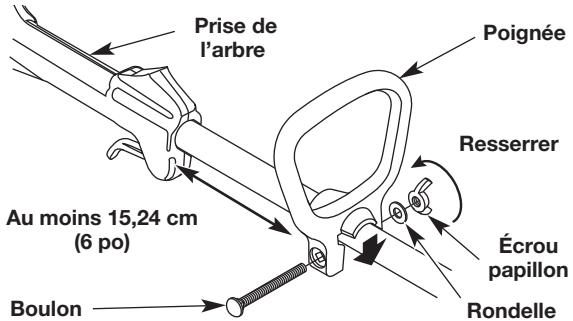

Fig. 3
1. Enfoncez la poignée sur le boîtier de l'arbre (Fig. 3). Le trou pour boulon à tête carrée dans la poignée devrait se trouver à droite.
2. Insérez le boulon dans le trou pour boulon à tête carrée et enfoncez-le complètement pour qu'il ressorte (Fig. 3). Placez la rondelle sur le boulon. Vissez l'écrou papillon sur le boulon, mais ne le serrez-pas complètement.
3. Tout en maintenant l'appareil en position d'utilisation (Fig. 10), déplacez la poignée pour la positionner de manière à avoir la meilleure prise possible. Placez-la à une distance d'au moins 15,24 cm (6 po) de l'extrémité de la prise de l'arbre (Fig. 3).
1. Desserrez l'écrou papillon (Fig. 3).
2. Tout en maintenant l'appareil en position d'utilisation (Fig. 10), déplacez la poignée pour la positionner de manière à avoir la meilleure prise possible. Placez-la à une distance d'au moins 15,24 cm (6 po) de l'extrémité de la prise de l'arbre (Fig. 3).